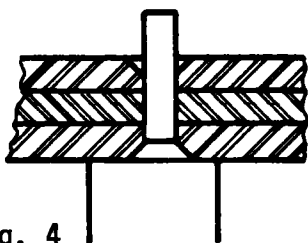

Fig. 4
- a Coloque el remache y apóyelo sobre una base plana sólida (fig.4).